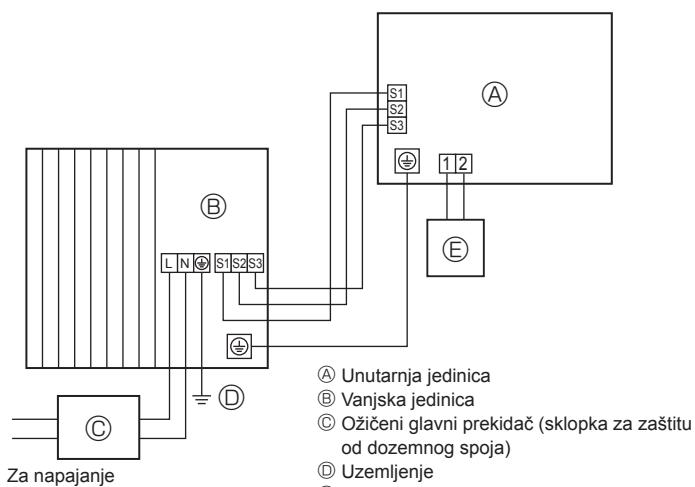
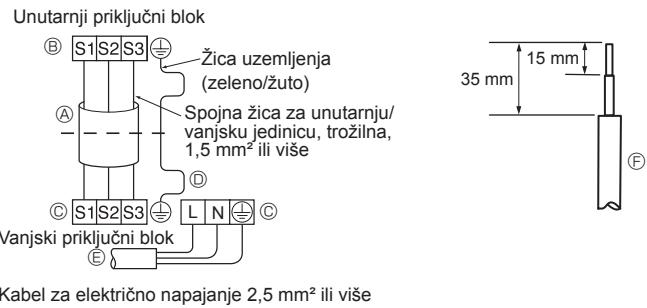
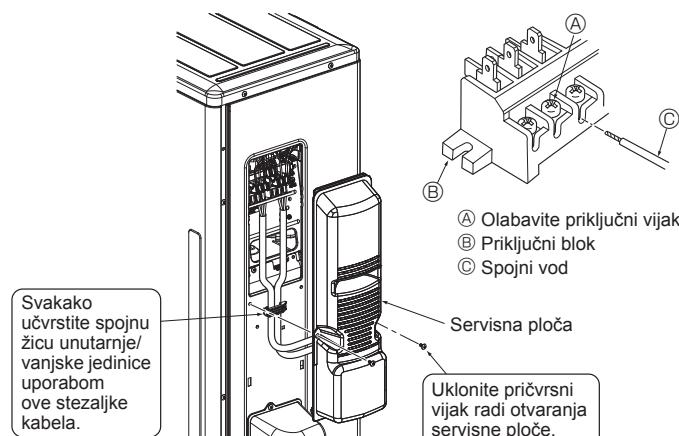

Fig. 6-1
Fig. 6-2
Fig. 6-3
6.1. Vanjska jedinica (Fig. 6-1, Fig. 6-2, Fig. 6-3)
- ① Uklonite servisnu ploču.
- ② Izvedite ožičenje kabela u skladu sa slikama Fig. 6-1, Fig. 6-2 i Fig. 6-3.
- Izvedite ožičenje kako je prikazano na shemi dolje lijevo. (Nabavite kabel u lokalnoj ponudi) (Fig. 6-2)